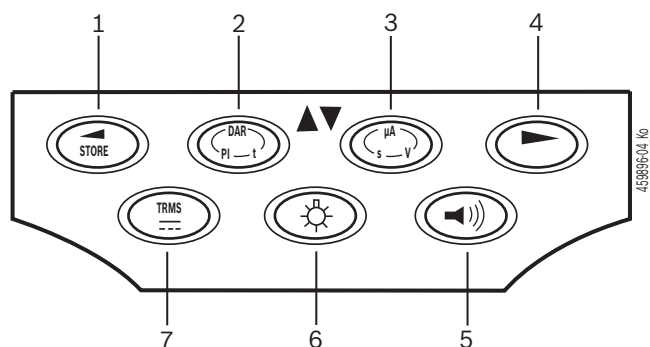

Fig. 3: Tasti funzione FSA 050
La retroilluminazione del display LCD può essere selezionata con l'FSA 050 inserito (fig. 3, pos. 6). La retroilluminazione si disinserisce in automatico dopo 20 secondi.
Il cicalino acustico (fig. 3, pos. 5) può essere inserito per la misurazione della continuità. Il simbolo viene visualizzato sullo schermo LCD (fig. 5, pos. 4).
Durante una comunicazione Bluetooth, dopo aver premuto il tasto di selezione ► (fig. 3, pos. 4) si apre **BT** per ca. un secondo sul display LCD (fig. 5, pos. 2).